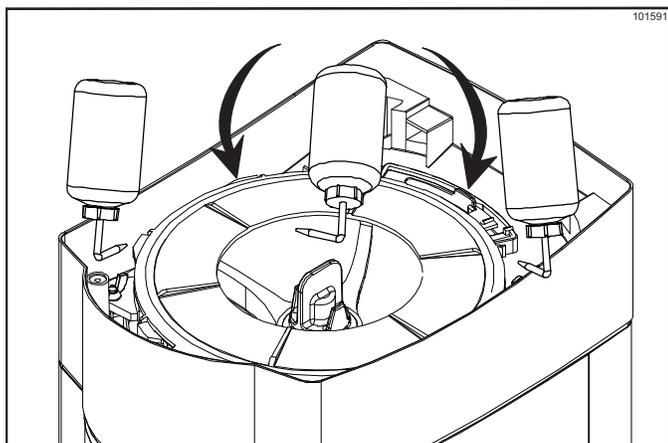

Figura 6-14
19. Con la botella flexible de solución de limpieza/ desinfección, enjuague el interior, el exterior y la parte inferior del conjunto de la granizadora, por todas las superficies. (Véase la figura 6-14).